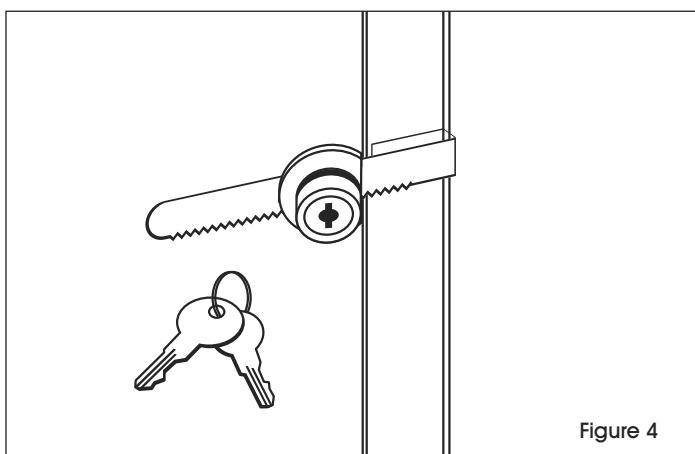

Figure 4
5. Fixez le verrou résistant aux intempéries à l'arrière d'un panneau de plastique. Faites glisser le verrou jusqu'à ce qu'il repose à plat contre l'autre panneau de plastique, puis verrouillez le centre avec la clé fournie. (Voir Figure 4)